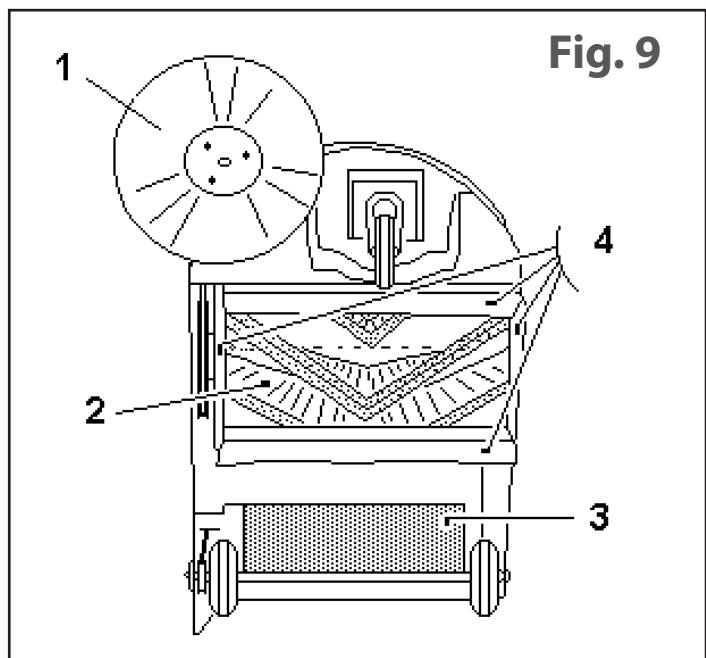

Fig. 9
Ogni **40/70** ore di lavoro, controllare lo stato delle guarnizioni antipolvere **part. 4 fig. 9** che circondano la spazzola centrale **part. 2 fig. 9** e se necessario sostituirle.
Part. 1 fig. 9. Quando non viene utilizzata, mantenerla sollevata da terra per evitare di sollevare polvere inutile. Quando la macchina non viene utilizzata, tenere la spazzola laterale sollevata e fare attenzione che non tocchi niente perché potrebbe piegarsi e non essere più utilizzabile.
Ogni **50 / 80** ore di lavoro o quando necessita, verificare la buona condizione della spazzola centrale, **part. 2 fig. 9**, organo principale della macchina; in particolare se si presume di aver inavvertitamente raccolto fili, corde, ecc.
2. Posizionare la macchina come indicato in **fig. 9** fino a far appoggiare a terra il manico.